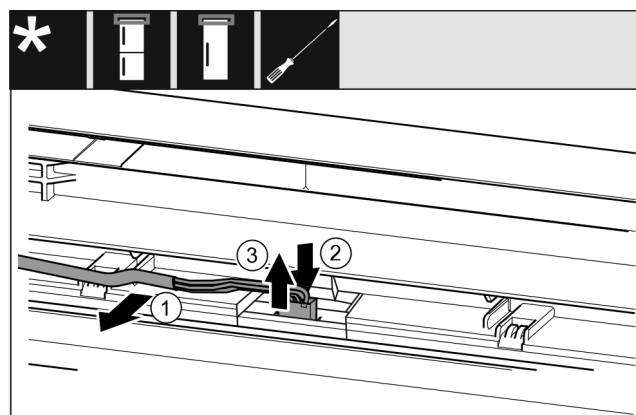

Fig. 18
- Graues Kabel vorsichtig aus der Führung in der Tür lösen. *Fig. 18 (1)*
- Lasche hinter dem Stecker nach hinten drücken. *Fig. 18 (2)*
- Stecker vorsichtig nach oben herausziehen. *Fig. 18 (3)*